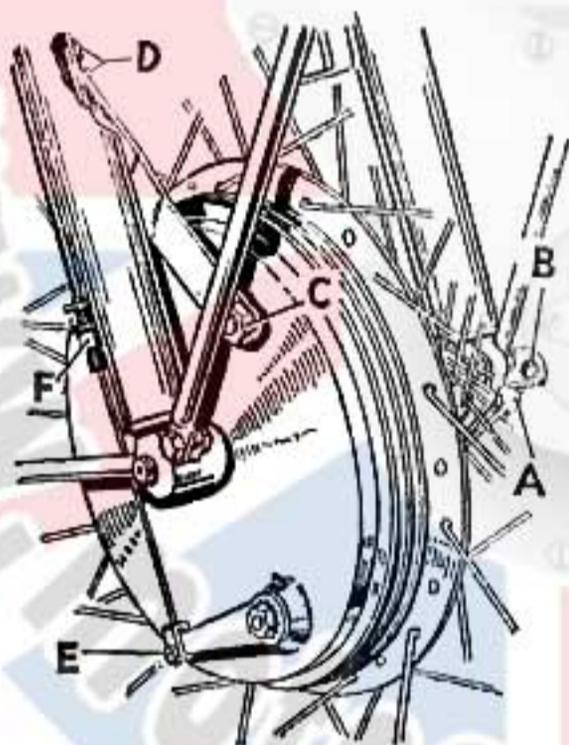

Fig. 29. Retrait de la roue avant (Thunderbolt et Royal Star, Victor Special).
Premièrement déconnecter le câble de frein en le retirant de l'étrier fendu à (E) Fig. 29, puis le dévisser de la bride en (F). Retirer l'écrou de la jambe de force (C), desserrer les écrous (D) et le pied de biche (A). Insérer une broche dans le trou de la tête de l'axe en (B) et dévisser l'axe tout en remarquant qu'il est fileté à gauche et, donc, on le dévisse dans le sens des aiguilles d'une montre. Supporter la roue pendant que l'on retire l'axe. Lorsqu'il est complètement retiré la roue peut être repoussée de la patte de fourche droite et retirée de la machine.